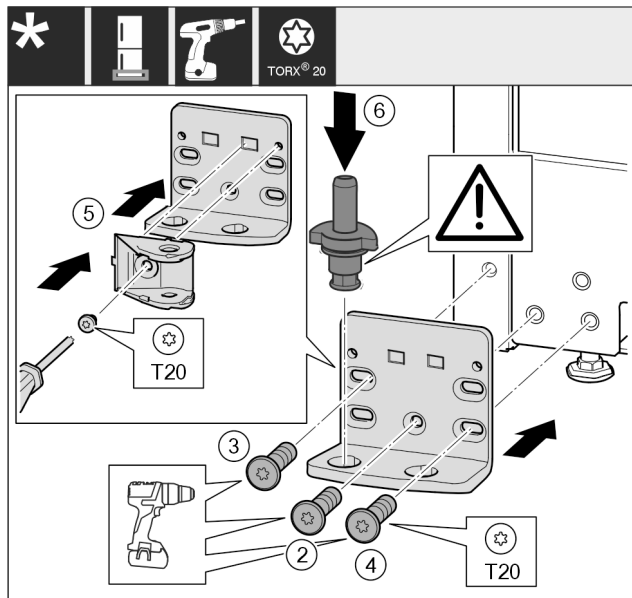

Fig. 21 *
- Sätt in lagerbocken på den andra sidan och skruva fast med hjälp av en skruvmejsel. Börja med skruven Fig. 21 (2) nere i mitten.*
- Dra åt skruv Fig. 21 (3) och skruv Fig. 21 (4).*